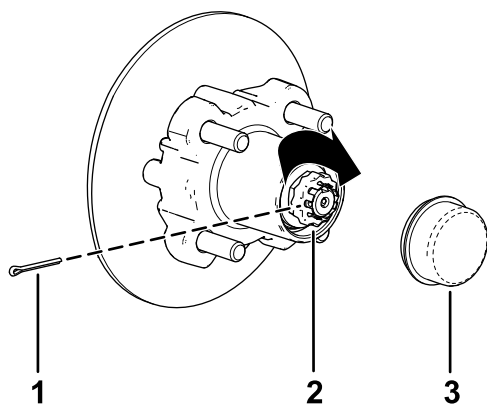

Figure 35
8. Placez l'arrêt d'écrou sur l'écrou et vérifiez que la fente dans l'arrêt et le trou dans la fusée sont alignés afin de pouvoir insérer la goupille fendue (Figure 35).
9. Insérez la goupille fendue et repliez chacune de ses pattes autour de l'arrêt d'écrou (Figure 35).
10. Reposez le couvre-moyeu sur le moyeu (Figure 35).